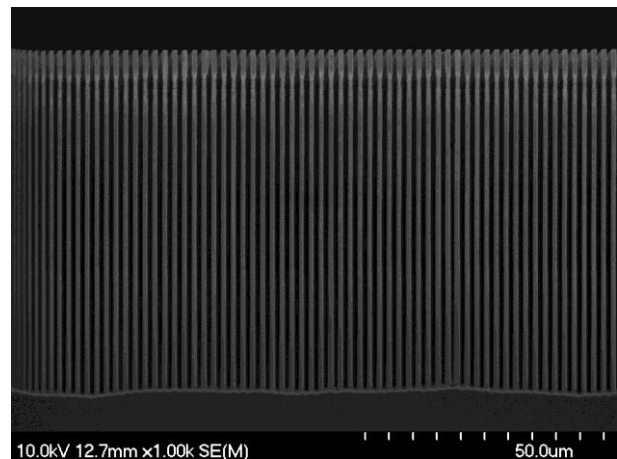

Fig. 1 1 μ m trench of 1st trial (Al mask).
(1) L/S 1 μ m で深さ 70 μ m の構造が形成できていることを確認した (Fig. 1). 一方, 表面から数 μ m の深さで異常形状が確認された. DRIE 初期のマイルドな条件から高速加工条件への急峻な条件変更のタイミングで不連続な形状が生成した模様である. また, ZEP-520A レジストは描画時間が長いことが課題と認識した.